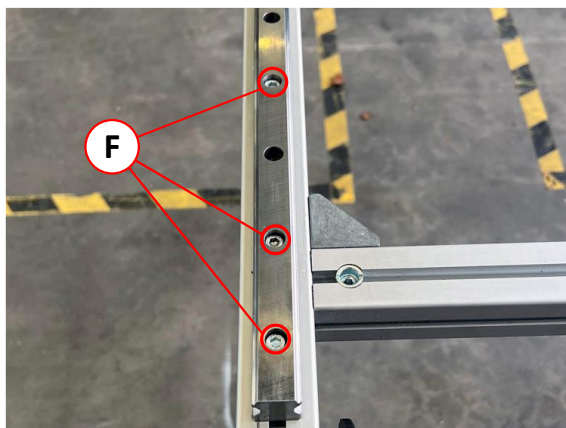
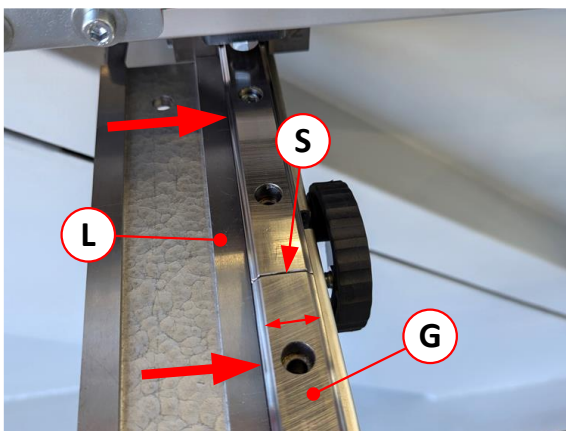

Abbildung 11: Anordnung der Führungs-Fixierschrauben (F)
Abbildung 15: Flucht an Stoßstelle überprüfen/korrigieren
9. Legen Sie seitlich ein Prüflineal (L) an die Führungsschiene (G) des fixen Untergestells und des anzubauenden Elements an (siehe ⇒ Abbildung 15).
10. Überprüfen Sie nun die Flucht von der vorderen zur hinteren Führungsschiene im Bereich der Stoßstelle (S):
- Ist dies nicht der Fall, lösen Sie alle Fixierschrauben (F) - siehe ⇒ Abbildung 11 - und gleichen die Führungsschiene (G) durch manuelles Verschieben an das Prüflineal an, bis kein Spalt mehr vorhanden ist. Danach alle Fixierschrauben (F) wieder festziehen.